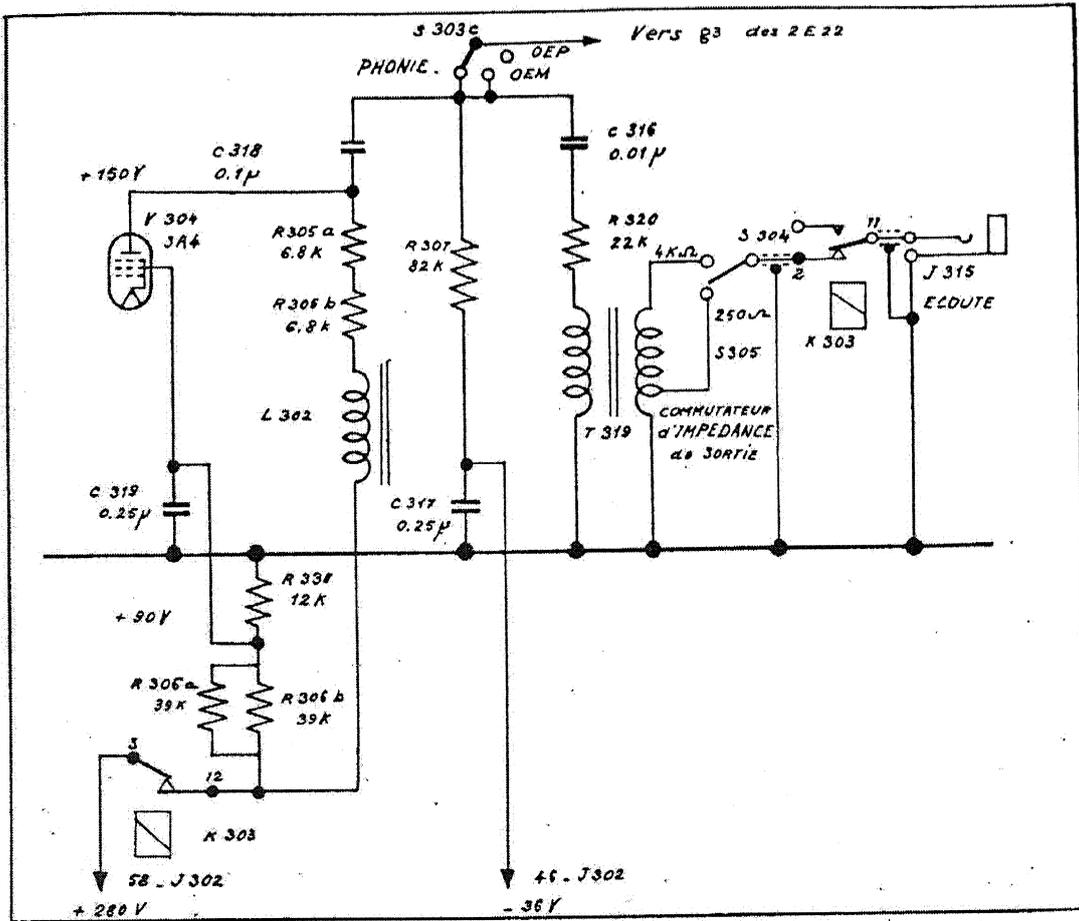

Fig. 7 - Circuits de sortie de l'étage modulateur.
- Fig. 7 Circuits de sortie de l'étage modulateur
Fig. 7 et 8